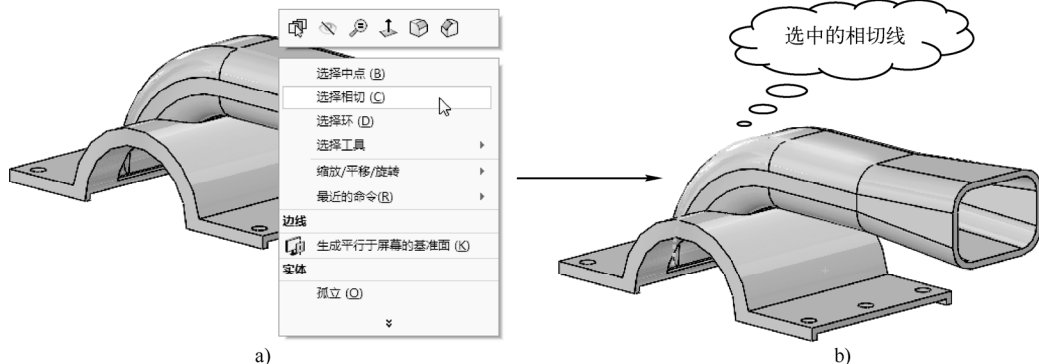

图 1-43 “选择中点”菜单项操作
4) 相切选择：右键单击曲线、边线或面，在弹出的菜单中选择“选择相切”菜单项，可以选择与此对象相切的对象，如图 1-43 所示。
此外，还可执行“选择中点”菜单项操作。如图 1-43 所示，右击某条线，在弹出的快捷菜单中选择“选择中点”命令，将选中并标注出此曲线的中点位置。